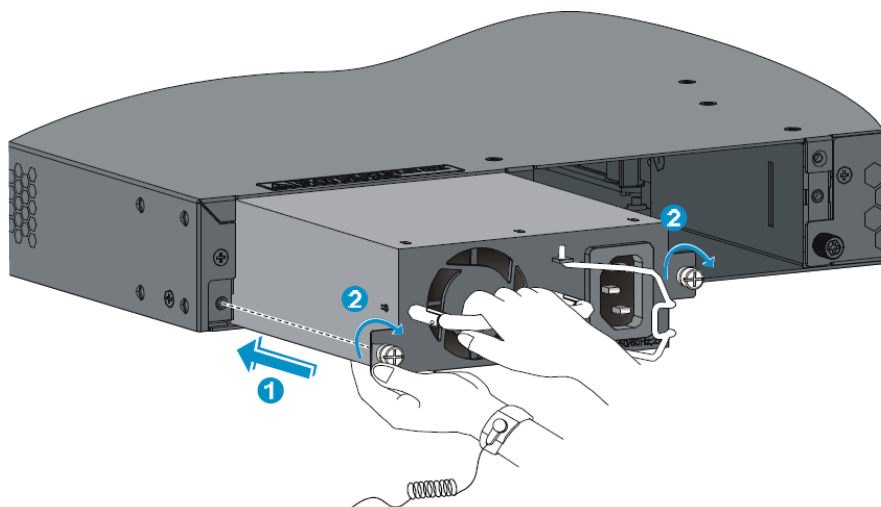

図 3-20 電源モジュールの挿入
- 3) 電源モジュールの挿入する向きを確認し、片手で電源モジュールのハンドルを持ち、もう一方の手で電源モジュールの底を持ち、電源モジュールをガイドレールに沿ってスライドさせてスロットにゆっくりと挿入してください。図 3-20 の①を参照してください。
- 4) 電源モジュールを装置本体に固定するためにプラスドライバを使ってネジを固定してください。図 3-20 の②を参照してください。